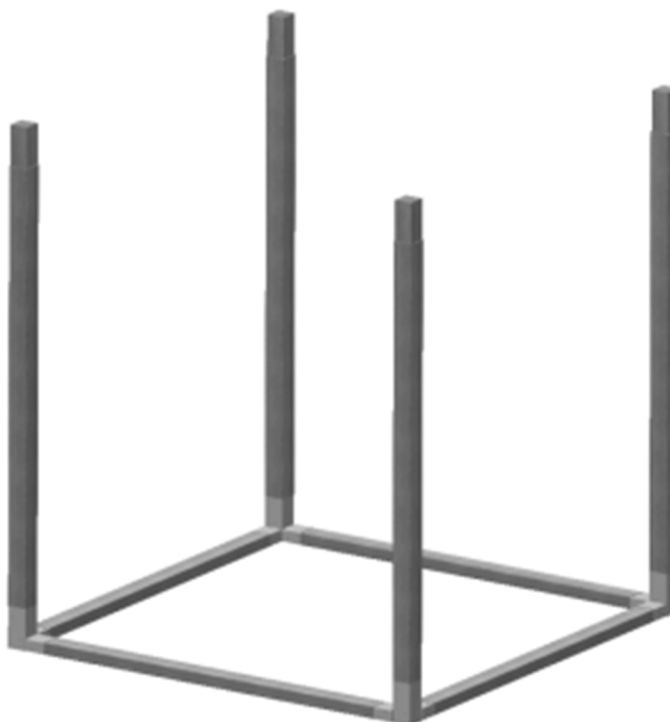

Abbildung 3: Bodenrahmen mit Pfosten
Stecken Sie die Pfosten ③ in die Aufnahmen der Eckverbinder unten ① (siehe Abbildung 3).